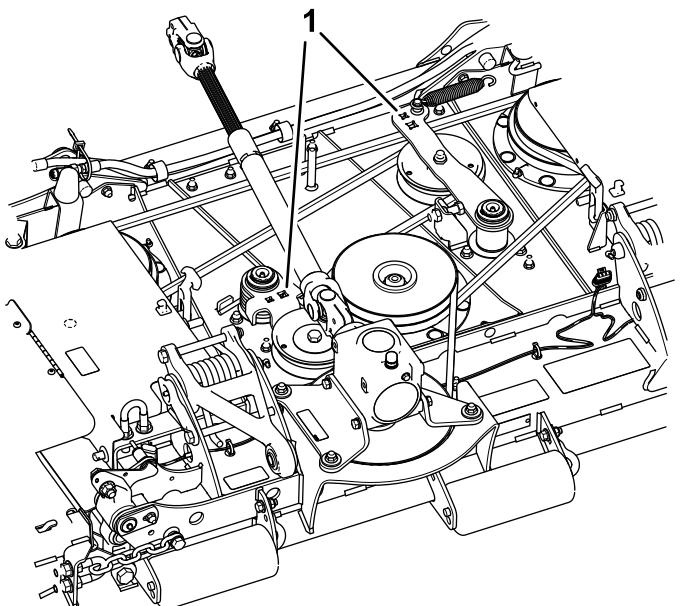

Figure 23
2. À l'aide d'une clé à douille insérée dans les trous du bras de la poulie de tension, éloignez la poulie de tension de la courroie d' entraînement pour détendre cette dernière et pouvoir ainsi la déchausser de la poulie (Figure 23).